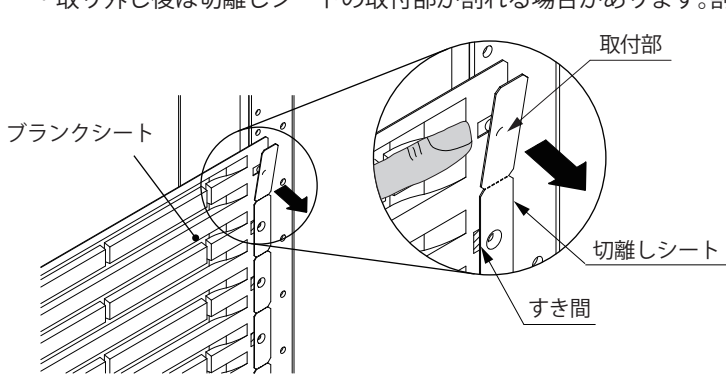

図4
1. 切離しシートの取付部とblankシートのすき間に左手の指を入れ、切離しシートを右手で軽く引っ張りながら取り外してください。(図4)